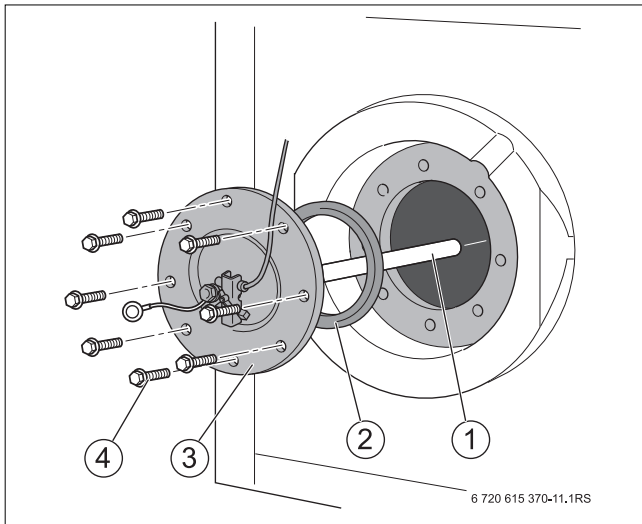

Bild 13 Prüföffnung öffnen
- ▶ Prüföffnung öffnen (→ Bild 13, Seite 10).